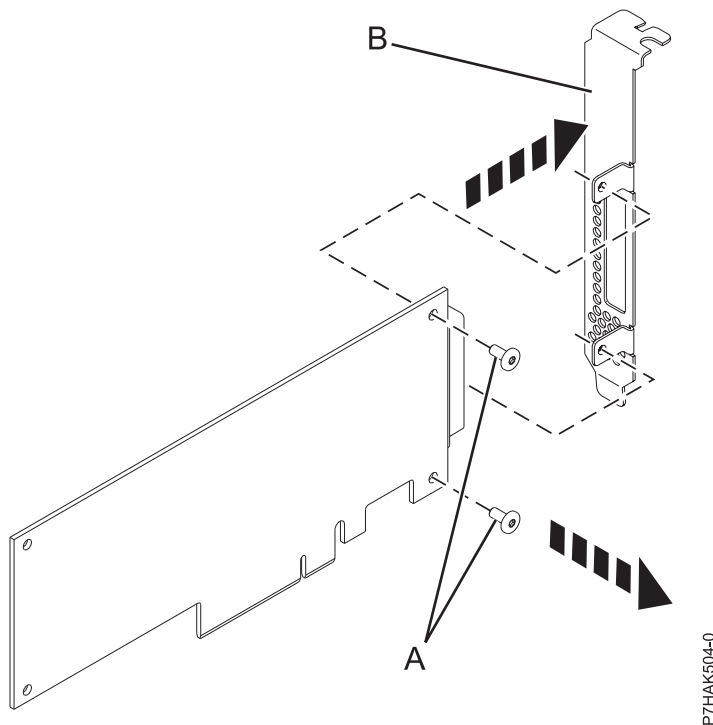

Figura 38. Remover um contraponto de perfil elevado de um novo adaptador PCIe
8. Utilize uma chave de fendas phillips, desaparafuse os dois parafuso de fixação (A) que ligam o contraponto de perfil elevado (B) ao novo adaptador PCIe, como demonstrado na Figura 38 na página 63.